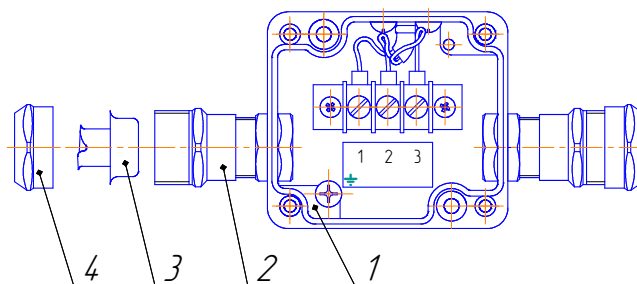

Рисунок.2. Клеммная коробка со снятой крышкой.
- Вскрыть крышку клеммной коробки (см. рис.2);